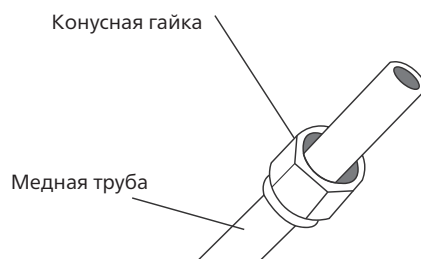

Рис. 7.4
- Наденьте конусные гайки на оба конца трубы. Гайки должны быть ориентированы в правильном направлении, поскольку после развальцовки гайки нельзя будет надеть или изменить их ориентацию. (См. рис. 7.4.)